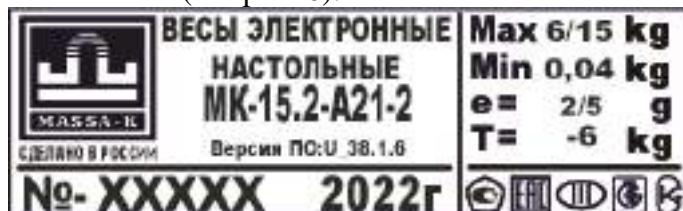

Рисунок 6 – Планка фирменная весов
8.1 Метрологические характеристики весов (класс точности, Max, Min, e, d) определяются согласно значениям на фирменной планке (см. рис. 6).